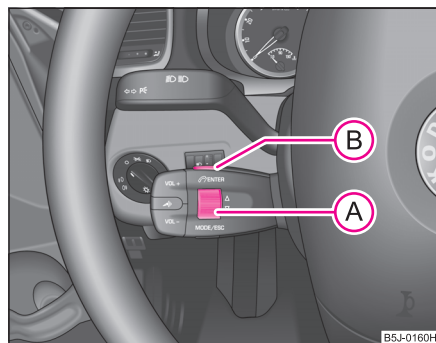

Fig. 114 Módulo multi-función: Teclas de manejo
- Girando despacio la rueda moleteada (A) ⇒ fig. 114 Vd. podrá hojear la memoria telefónica en busca de diferentes nombres o menús.
- Girando rápidamente la rueda moleteada (A) hacia abajo o arriba Vd. podrá hojear la memoria telefónica de A a Z o de Z a A.
- Pulsando prolongadamente la tecla (B) arriba se accederá siempre en el menú de la pantalla informativa a un plano superior.
- Pulsando brevemente la tecla (B) se visualiza el menú seleccionado.